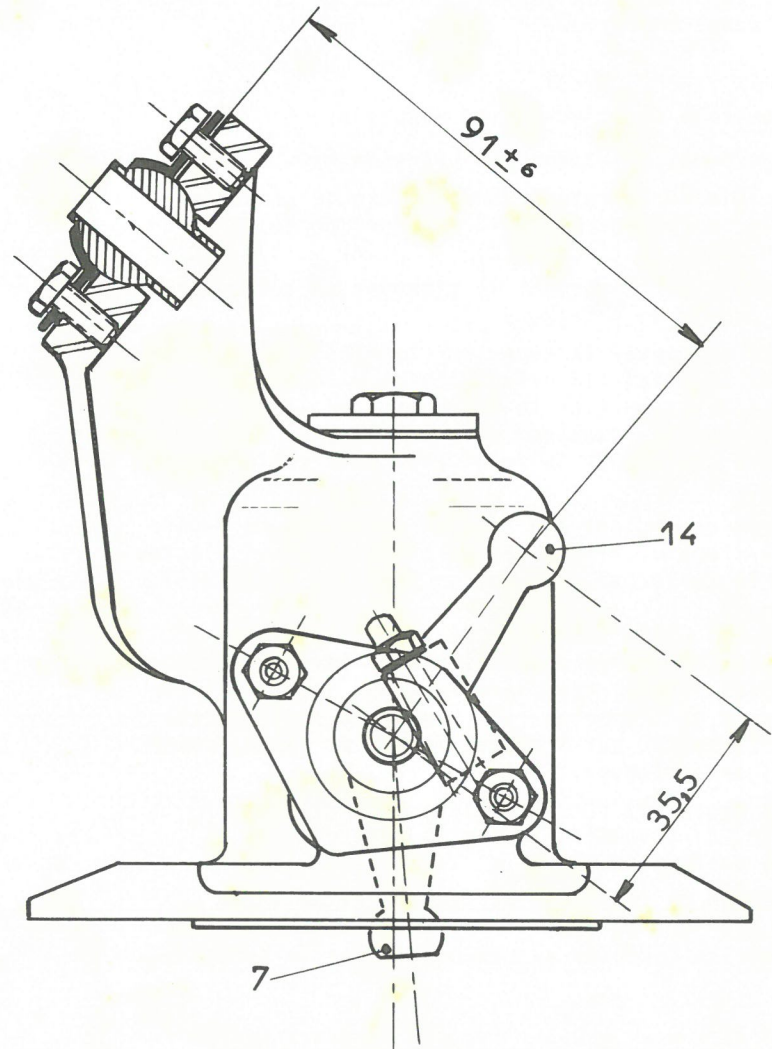

Fig. 12
- 9) Introduire le doigt de commande (7) dans la grille (9). Poser dans le couvercle l'ensemble doigt de commande, la grille (9), la butée (21) et le ressort (6). Introduire une broche dans le trou de passage de l'axe pour centrer le ressort. Par le même trou, engager la butée (10), puis l'axe (15). Orienter le plat de celui-ci de manière à pouvoir poser la clavette (8), engager celle-ci. Poser la rondelle (16) et l'écrou, bloquer celui-ci.
- 10) Le doigt de commande étant au Point Mort, poser le levier (14) de passage des vitesses sur l'axe, en recherchant à l'aide des cannelures la cote de 91 ± 6 mm. - Fig. 12. Poser la bride (12), les deux rondelles et écrous. Bloquer ceux-ci à $0,7 \pm 0,3$ m.kg. - 0,2